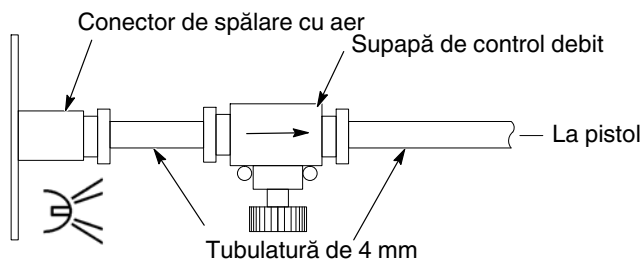

Figura 3-13 Conectarea supapei de comandă a debitului și a tubulaturii de spălarea cu aer
6. A se vedea Figura 3-13. Conectați tubulatura transparentă de 4 mm și supapa de comandă a debitului livrate împreună cu sistemul la conectorul pentru spălarea cu aer de pe panoul spate, așa cum este prezentat. Supapa de comandă a debitului poate fi amplasată oriunde se dorește. Folosiți un cuțit de tubulatură pentru a vă asigura că sunt drepte capetele tubului.